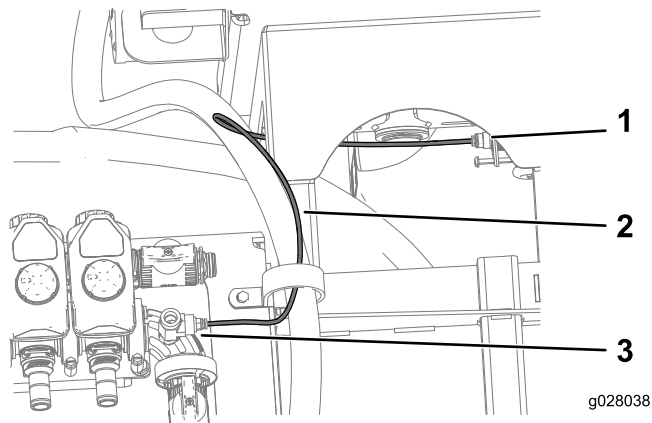

Figure 15
- 8. Branchez le fil du transducteur de pression au raccord en T et la vanne au raccord du manomètre (Figure 15).